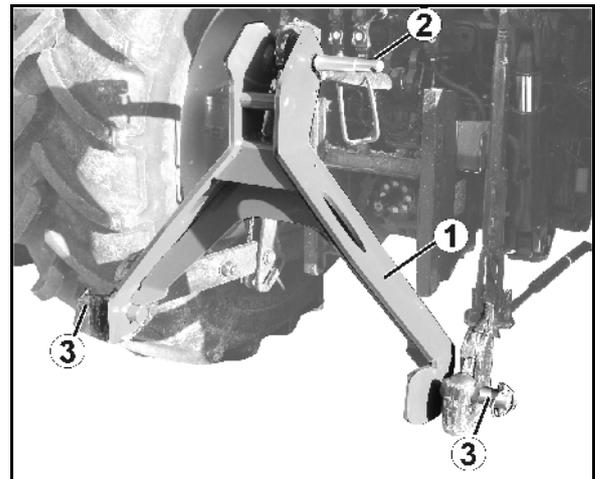

Fig. 53
- utilizar a cavilha para a barra superior (Fig. 53/2) do triângulo de acoplamento, equipar com casquilho esférico e fixar com um encaixe de charneira.
- equipar a cavilha da barra inferior com casquilhos esféricos, inserir casquilhos distanciadores (Fig. 53/3) e fixar com um encaixe de charneira.